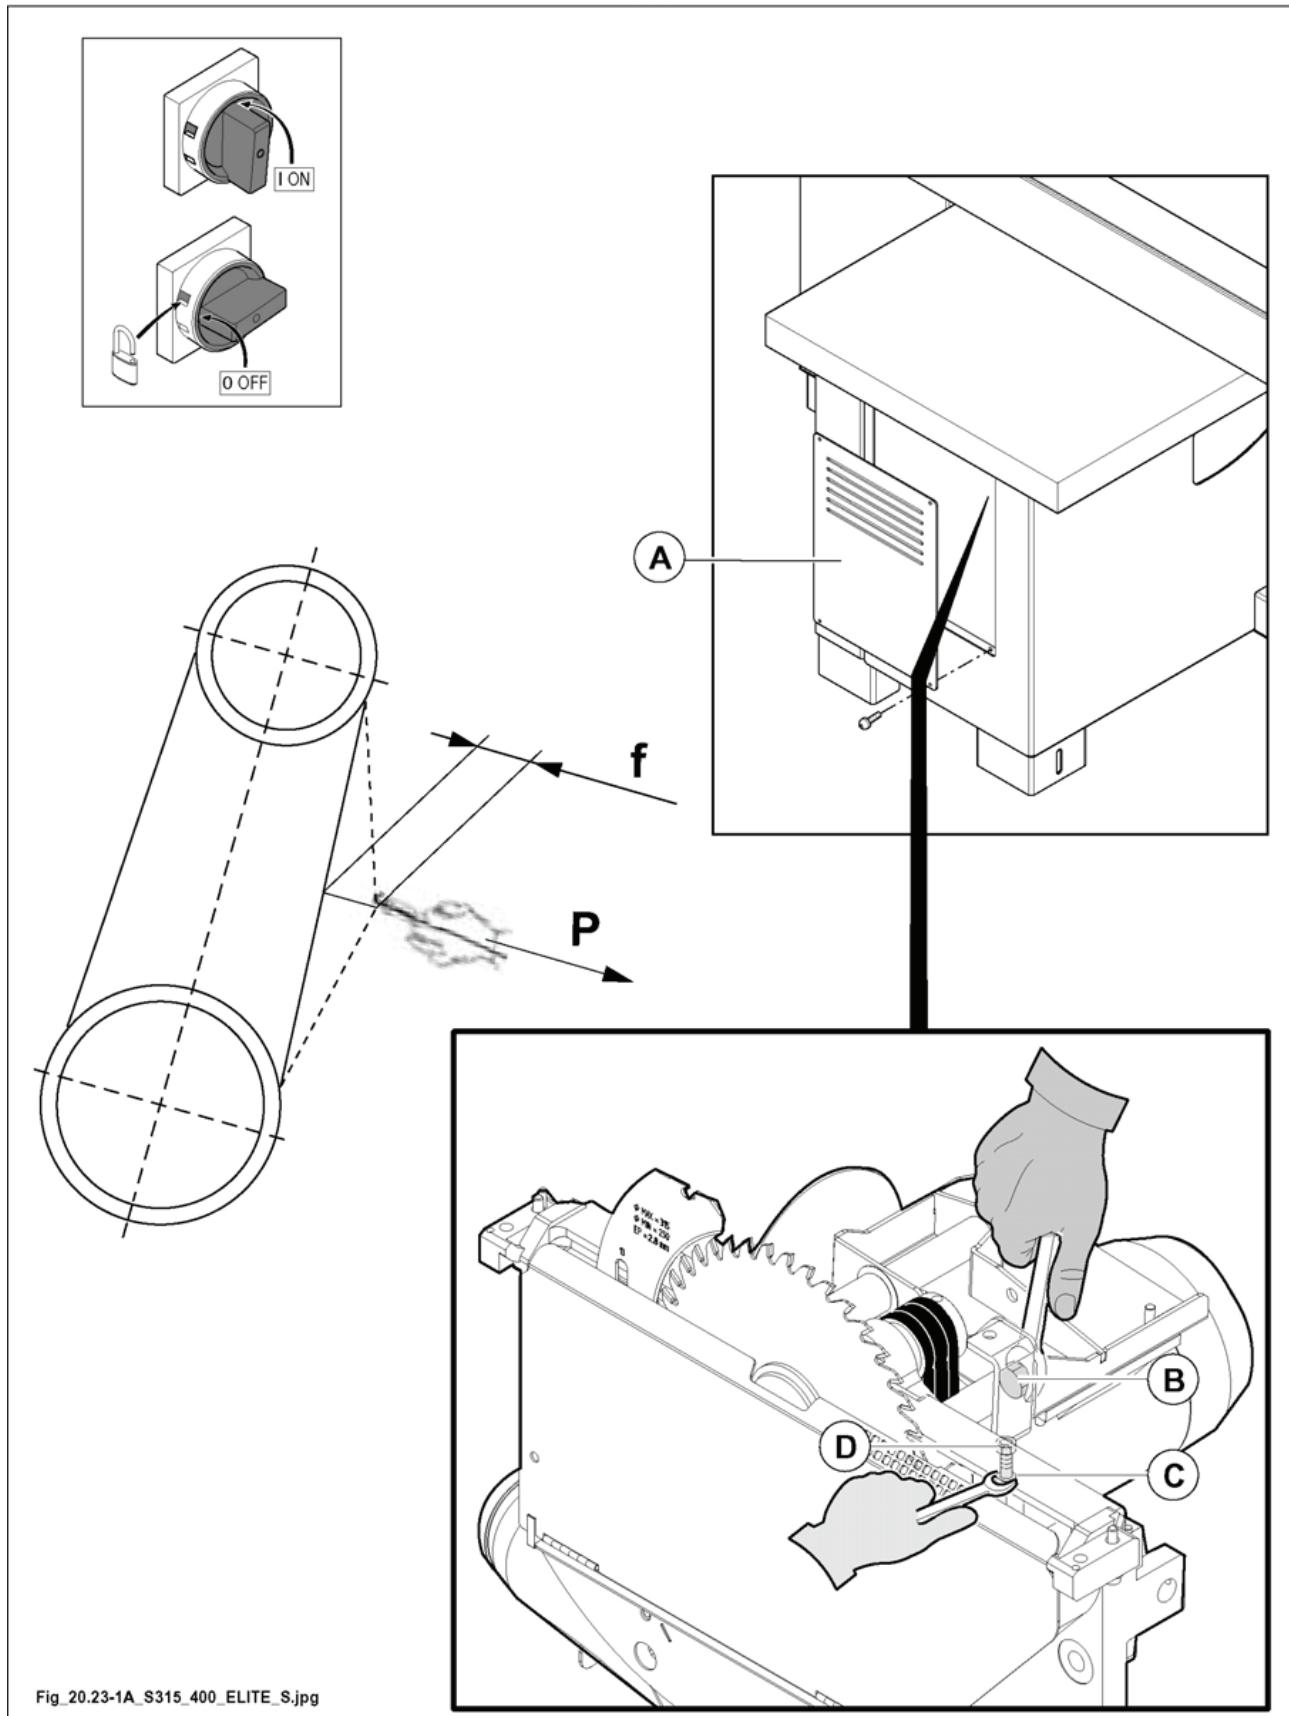

Рис. 20.23-1-А
- Ослабить винт (В рис. 20.23-1-А).
- Ослабить гайку (Д рис. 20.23-1-А) и регулировать винтом (С рис. 20.23-1-А), чтобы натянуть ремень.
- Затянуть гайку (Д рис. 20.23-1-А) после завершения регулировки.
- Затянуть винт (В рис. 20.23.1-А).